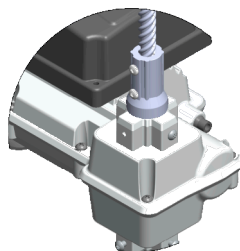

Fig: 4
- Fixar o fuso com parafuso trilobular M5 x 30 mm Fig. 4;